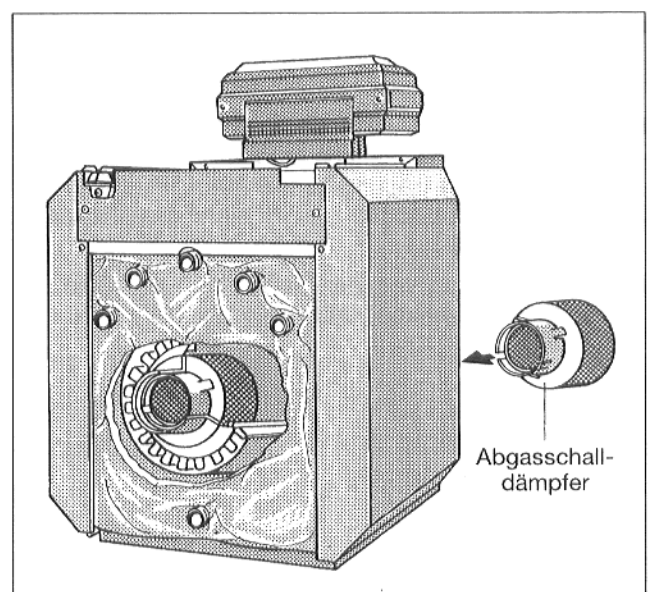

Abb. 21
- Abgasschalldämpfer vom Brennraum aus in den Abgasstutzen einlegen (Abb. 21).